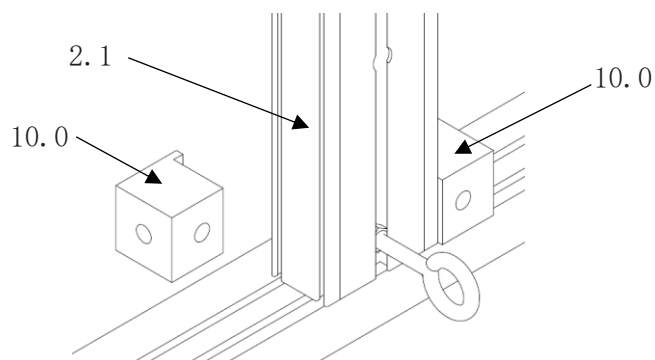

Abb. 38
- die Feder vom Klemmklotz (**Pos. 10. 0**) wird in die Nut der Mittelsprosse (**Pos. 2. 2**) gesteckt. (Abb. 38)